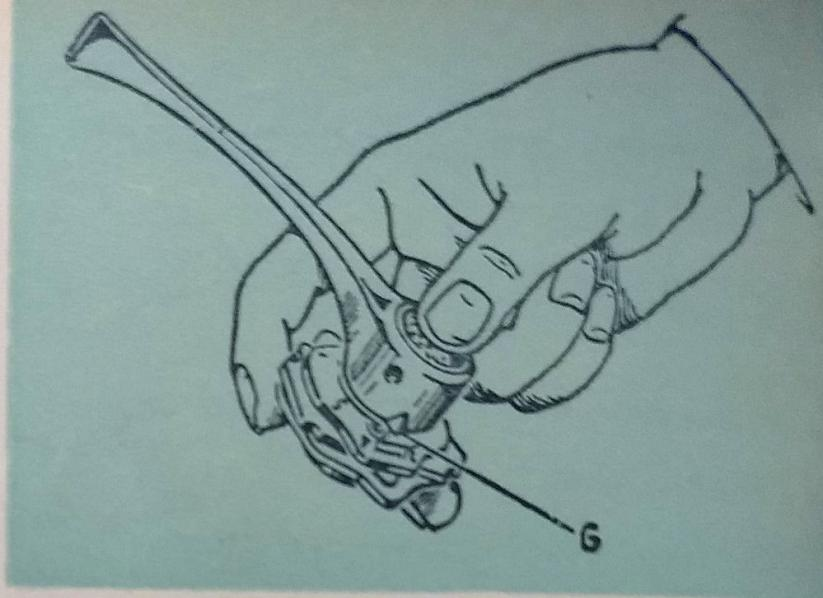

FIG. 62
- apretar el grupo de discos o "cammes" como indica la fig. 62 y llevar el índice "G" en correspondencia del ojal deseado;